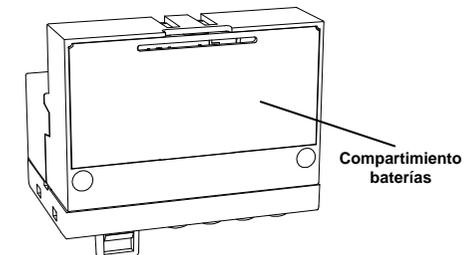

Fig. 6
4. Insertar las baterías en el correspondiente compartimiento baterías, Fig. 6; ver párrafo INSERCIÓN /SUSTITUCIÓN BATERÍAS.